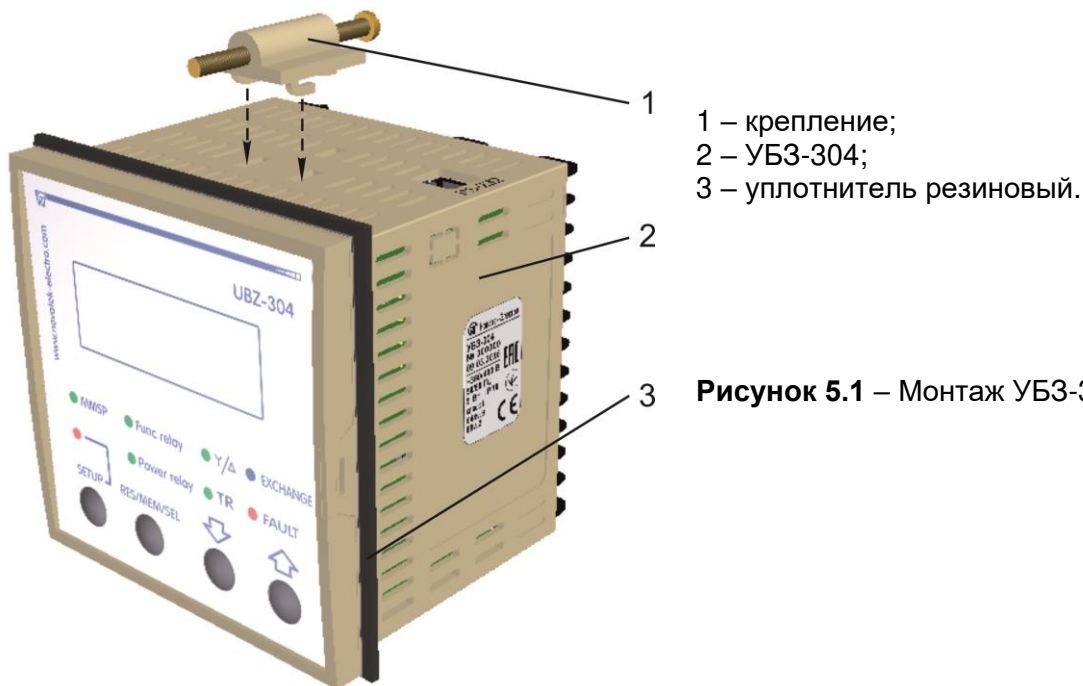

Рисунок 5.1 – Монтаж УБЗ-304
- надеть на УБЗ-304 уплотнитель (поз.3 рис. 5.1);
- установить крепления (поз.1 рис. 5.1) на нижнюю и верхнюю панели изделия;